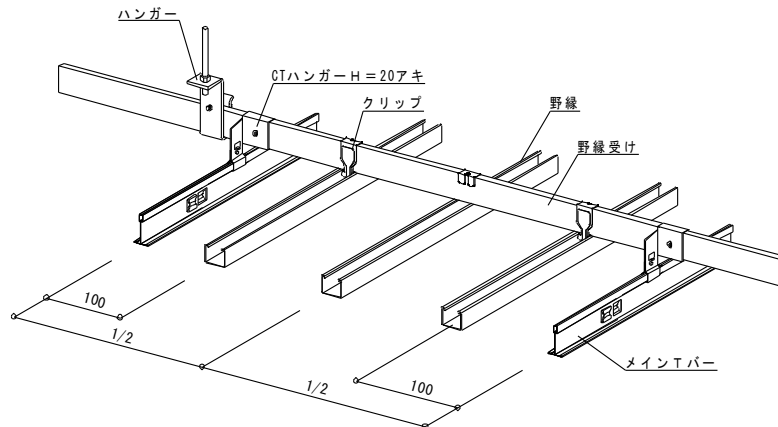

図2-7-12 グラスウール浮上り防止用野縁の取付け
⑥外周用Tバーのレベル、通りを確認し、振れ止めを設置して、外周用Tバーが動かないように固定する。
- ⑦メインTバーと共に、野縁をガラスウールの浮上り防止用として野縁受けに取付ける。浮き上がり防止用の野縁の取付けピッチは、メインTバーから 100mm の位置及びメインTバー間の中間とし、クリップを手曲げして取付ける。(図 2-7-12 参照)